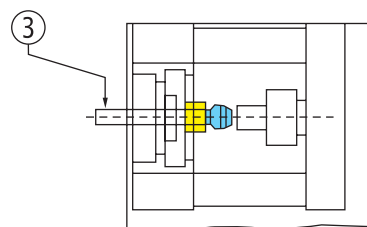

图8
- m3) 将钢管, AR3/C型环与TN81螺母放在底座与锥体之间 (见图8)